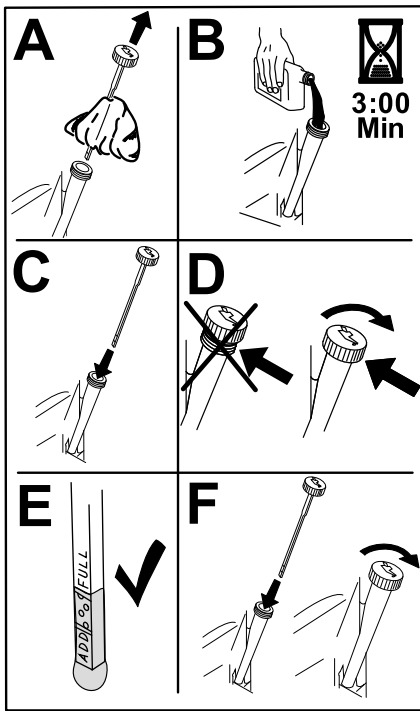

Figure 38
5. Versez lentement environ 80 % de l'huile spécifiée dans le tube de remplissage, puis faites l'appoint lentement jusqu'à ce que le niveau atteigne le repère maximum (Full) (Figure 38).
3. Remplissez le carter moteur d'huile du type correct (Figure 38).